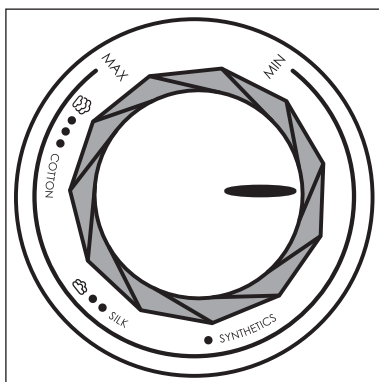

Fig. 2
- 3) Selecione a temperatura adequada com o regulador da temperatura ❹ (ver tabela abaixo e fig. 2).